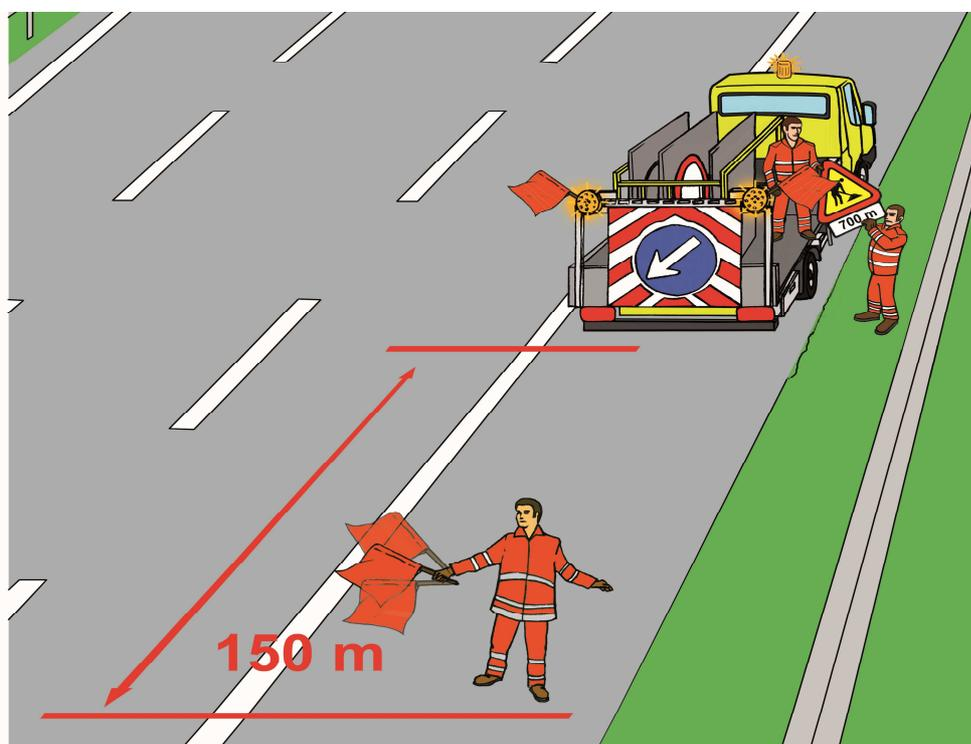

Fig. 2
- a) **Per prima cosa è di fondamentale importanza**, in particolare dove non è presente la corsia di emergenza, che un addetto si posizioni velocemente sul margine destro ad una distanza prima del furgone di circa **150 m** e, tramite una bandierina sventolata all'altezza della spalla, segnali la presenza del mezzo e degli operatori in strada. (vedi fig. 2)